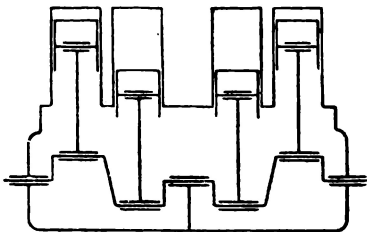

Fig. 26.
c) Nei motori a 4 cilindri (fig. 26) gli sforzi d'inerzia e centrifuga sono equilibrati, e nel medesimo piano, poichè i pistoni che si muovono nel medesimo senso sono simmetricamente collocati rispetto al centro del motore. Le coppie non sono equilibrate.